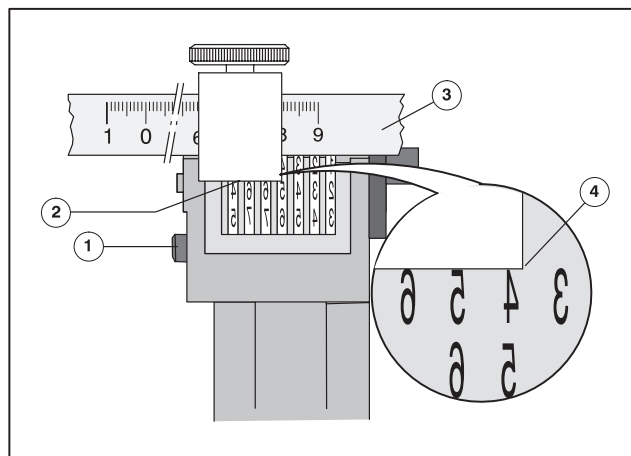
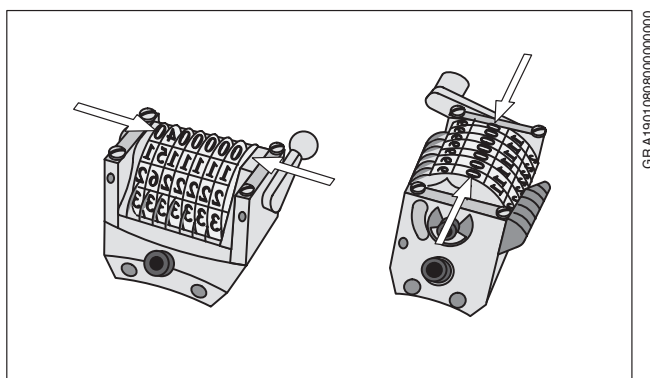

Рис. 37 Выставление нумераторных головок по вертикали
Рис. 38 Печатающий ряд цифр нумераторных головок
- 4 Ослабить зажимной винт (Рис. 37/①) на нумераторной головке.
- 5 Нумераторную головку на посадочном кольце сдвигать, пока начало печати цифр (Рис. 37/④) на нумераторной головке не установится заподлицо под передней кромкой (Рис. 37/②) раздвижного калибра. Печатающие ряды цифр обозначены на Рис. 38 стрелкой.
- 6 Затянуть зажимной винт (Рис. 37/①) нумераторной головки.